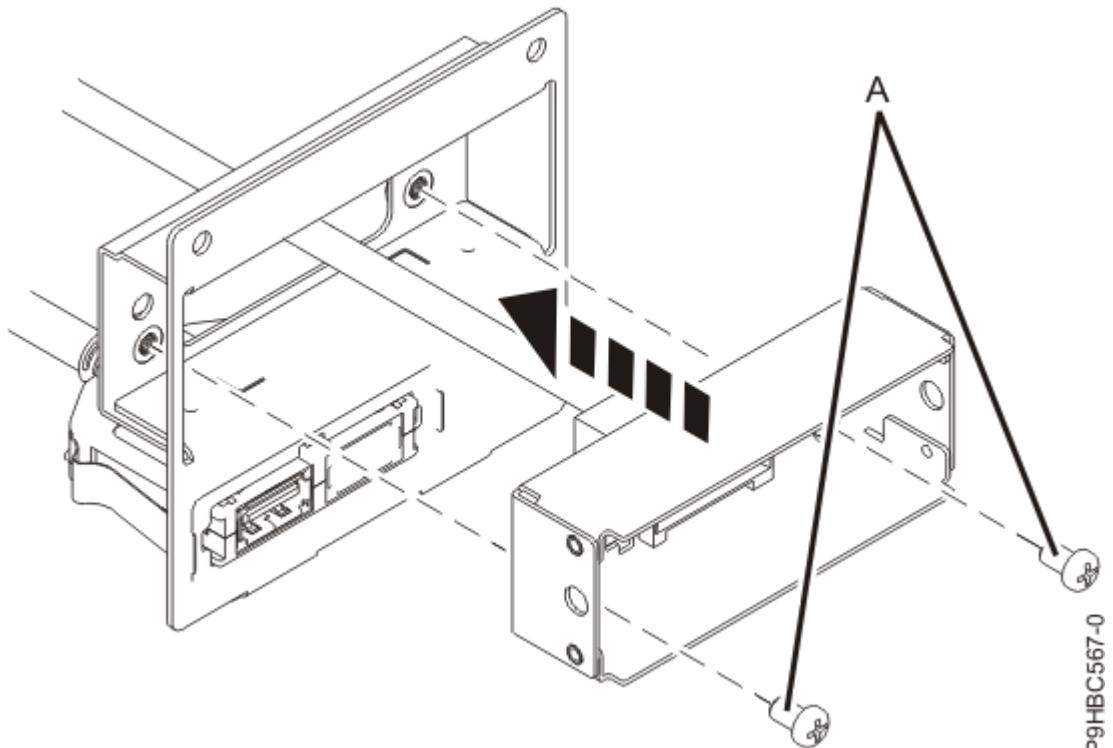

図 116. ラック・マウント型システムのハウジングへのコントロール・パネル・ディスプレイ・ケーブルの取り付け
2. ラック・マウント型システムの場合、2つのねじ (A) を使用して、コントロール・パネル・ディスプレイ・ケーブルをハウジングに取り付けます (121 ページの図 116 を参照)。